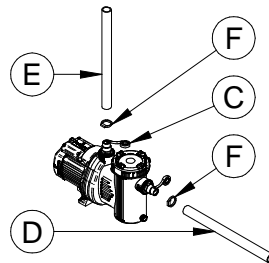

Fig. 132
3. Mettre un peu du téflon fourni autour des embouts (*composants hydrauliques*) pour garantir l'étanchéité du tuyau (Fig. 132, # C; *composants hydrauliques*) sur l'embout.
4. Relier le tuyau (*composant hydraulique*) d'*aspiration* à l'embout IN (Fig. 132, # D) et le tuyau de *refoulement* à l'embout OUT (Fig. 132, # E). Fixer les tuyaux (*composant hydraulique*) avec des colliers (Fig. 132, # F).